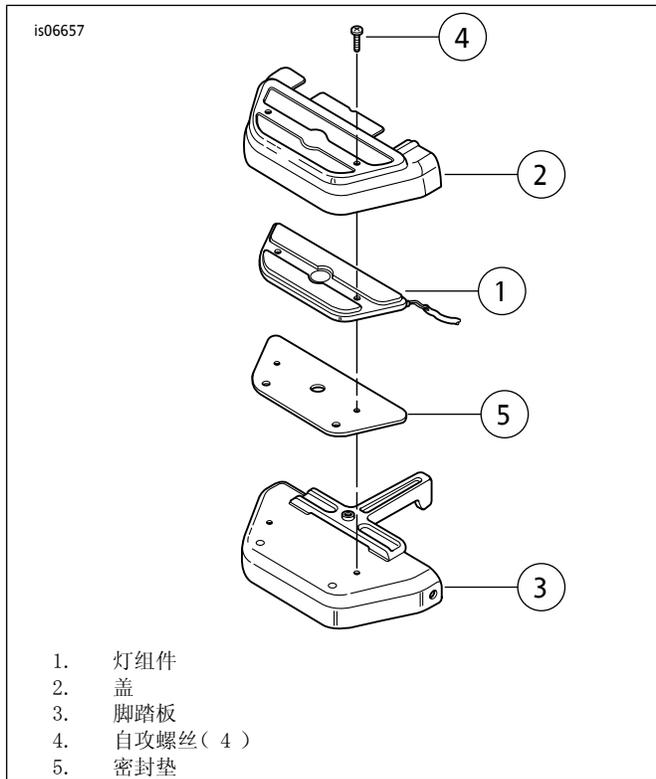

图3。安装脚踏板盖
1. 参见图3。将灯组件( 1 )组装到每个盖( 2 )中，并将灯和盖组件放在每个脚踏板( 3 )底部。标记安装孔的位置。
5. 参见图3。在套件中提供的四个自攻螺丝( 4 )的螺纹上涂抹少量轻质油。将螺丝拧入每个脚踏板( 3 )两个钻好的孔中，只拧入一部分；这样将开始在脚踏板上形成螺纹。拆下螺丝，从孔中清除任何散落的材料，清洁脚踏板上残留的任何油迹。
6. 参见图3。将密封垫(5)放在每个脚踏板上,但直到验证对准之后才能除去背衬。将灯组件(1)放在每个脚踏板(3)上,检查密封垫和灯组件的对准情况。在灯四周,密封垫应完全对齐灯组件。如果需要,标记正确的密封垫位置。